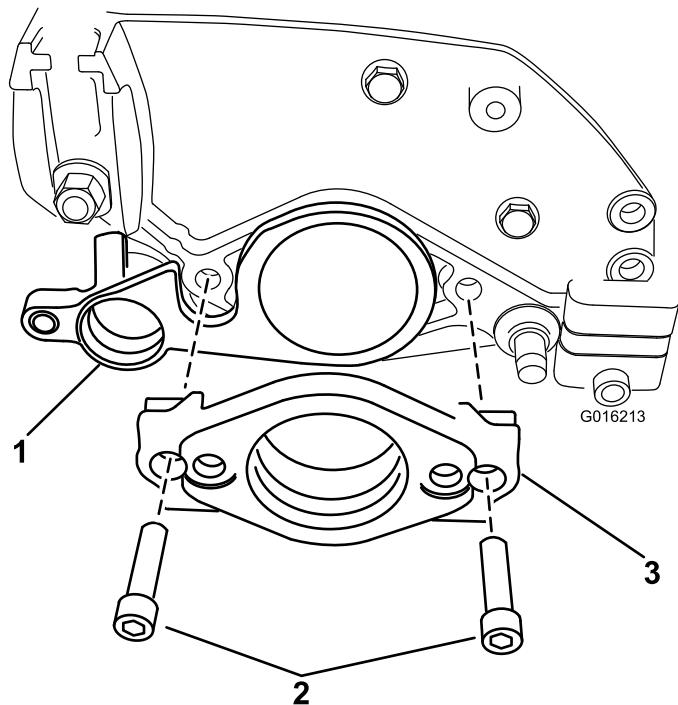

Рисунок 7
17. Другой конец вала механической щетки вставьте в опору подшипника левой боковой плиты (Рисунок 7).
18. Вставьте монтажную опору двигателя в боковую плиту. Прикрепите монтажную опору двигателя и боковую плиту к левому концу режущего блока двумя болтами с внутренним шестигранником и гайками, снятыми ранее (Рисунок 7).